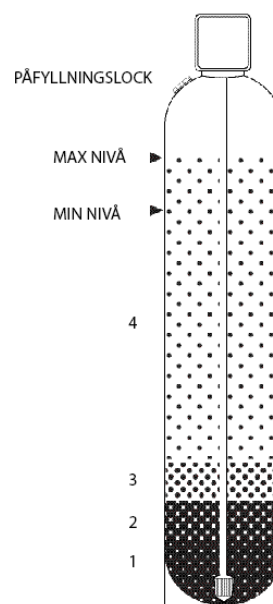

Fig 1
12. >Fyll i angiven mängd kis kornstorlek 5-8 mm, 1 fig 1.
>Fyll i angiven mängd kis kornstorlek 3-5 mm, 2 fig 1.
>Fyll i angiven mängd kis kornstorlek 1-2 mm, 3 fig 1.
>Fyll i ca 1/3 del av avsyrningsmassan (ljusgrå), 4 fig 1.
>Fyll i ca 1/3 del av avjärningsmassan (svart), 4 fig 1.